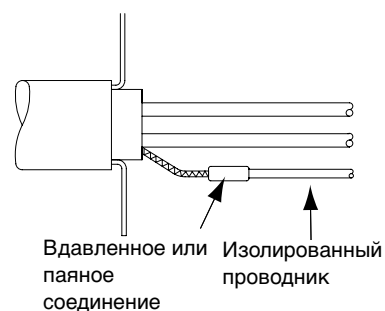

Рис. 3
- 2.5 Подключить изолированный провод к жгуту вдавливаемым соединением в форме изолированного круглого контакта (или выполнить паянное соединение) и оставить изолированный проводник достаточной длины для того, чтобы можно было осуществить соединение удаленного конца с заземляющим устройством (см. рис. 3).